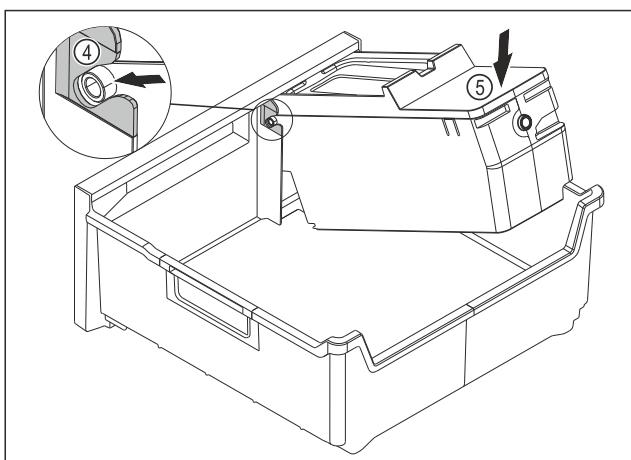

Fig. 100
- Монтаж на корпуса на EasyTwist-Ice: Вкарайте осите на корпуса на EasyTwist-Ice във водачите Fig. 100 (4).
- Натиснете надолу корпуса на EasyTwist-Ice Fig. 100 (5) отзад.